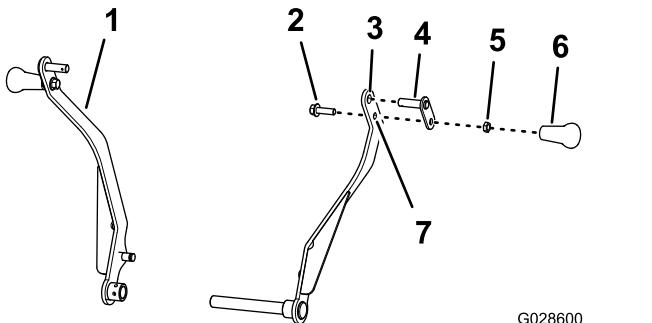

Рисунок 5
- Вставьте ось поворота в верхнее отверстие рычага люльки (Рисунок 5).
- Вставьте болт (3/8 x 1-1/4 дюйма) в нижнее отверстие рычага люльки и фиксатора оси поворота (Рисунок 5), наверните контргайку (3/8 дюйма) и затяните ее с моментом 15-17 Н·м.
- Наверните ручку на болт (3/8 x 1-1/4 дюйма) так, чтобы она была плотно прижата к контргайке, и затяните от руки (Рисунок 5).
- Повторите пункты 1–4 для другого рычага люльки (Рисунок 5).